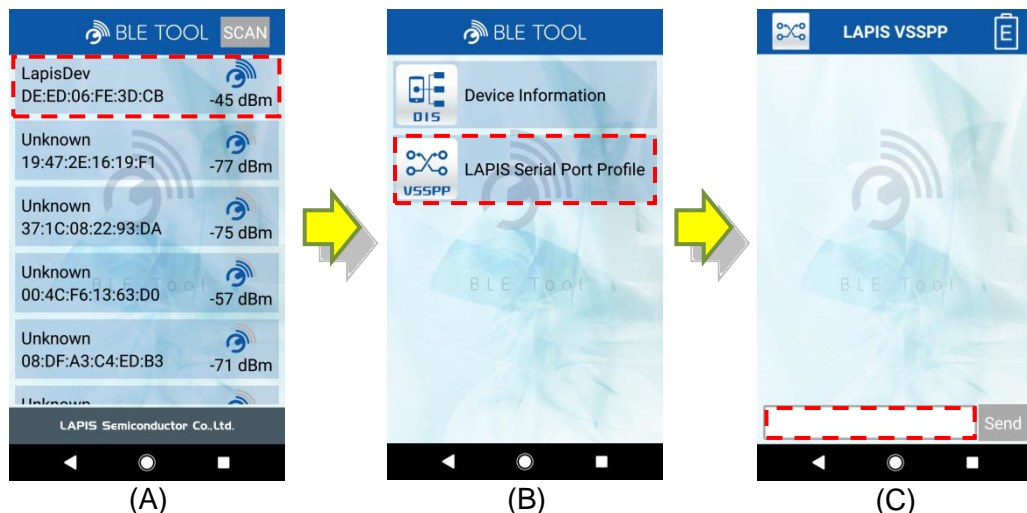

図 3-4 : BLE Tool の操作画面例
- A) 「BLE Tool」を起動すると、図 3-4 (A)の画面が表示されます。この画面では、セントラル側がスキャンを実行して、検出されたアドバタイズ・パケットから Bluetooth® Low Energy デバイスを表示します。MK715x1 用 AT コマンド・アプリケーションは、デフォルト設定で「LapisDev」のデバイス名で表示されるので、これをタップしてください。
- B) Bluetooth® Low Energy 接続手続きが実行されて、図 3-4 (B)のサービス検索画面が表示されます。またこの時、ペリフェラル側のターミナル画面に「CONNECT」が出力されます。図 3-4 (B)の画面では、セントラル側がサービス検索を実行して、検出されたサービスを表示します。MK715x1 用 AT コマンド・アプリケーションの場合、「Device Information」、「LAPIS Serial Port Profile」の 2 つのサービスが表示されます。後者が、AT コマンド・アプリケーションでデータ通信として使用するサービスです。「LAPIS Serial Port Profile」のアイコンをタップしてください。
- C) 図 3-4 (C)の画面が表示されます。この画面でデータの送受信を行います。画面下部に表示されているテキストボックスをタップすると、ソフトキーボードが表示されるので、ソフトキーボードから文字列入力を行って「Send」ボタンをタップすると、ペリフェラル側へ入力した文字列が送信されます。同様に、ペリフェラル側のターミナル画面から文字入力を行うと、セントラル側へ送信されます。